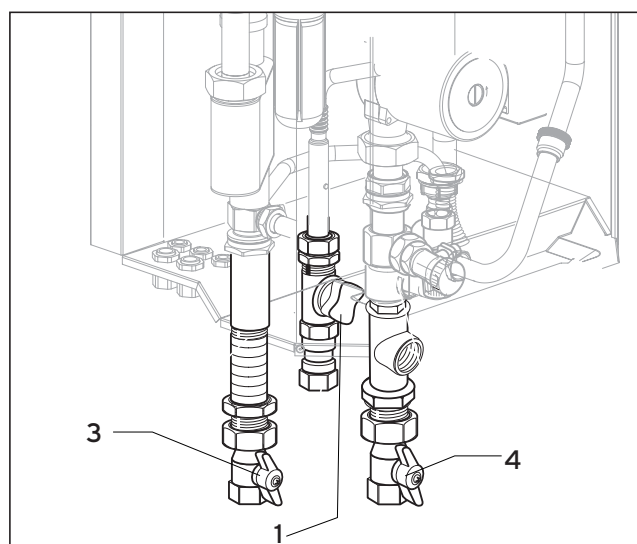

Рис. 3.3 Открывание запорных кранов (VU 466)
3.2.1 Открыть запорные устройства (рис. 3.3)
- Откройте газовый запорный кран (1) нажав и повернув ручку вентиля против часовой стрелки до упора.
- Убедитесь в том, что сервисные краны в подающей линии (3) и в обратной линии (4) открыты. Сервисные краны открыты, когда шлиц на их четырехграннике совпадет с направлением трубопровода. Если сервисные краны нужно закрыть, это можно сделать с помощью обычного гаечного ключа, повернув на четверть оборота вправо или влево.